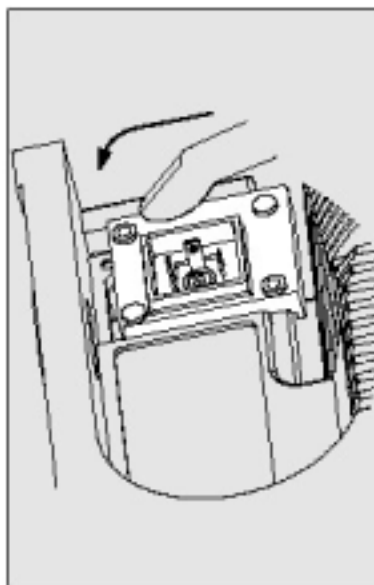

Рисунок 18
- Втолкните реле через отверстие, удерживая верхний угол напротив направляющего рельса в основании насоса до тех пор пока контакт реле не соприкоснется с контактом контроллера (см. рисунок 18: проверьте, может ли конец реле еще двигаться вперед или назад).